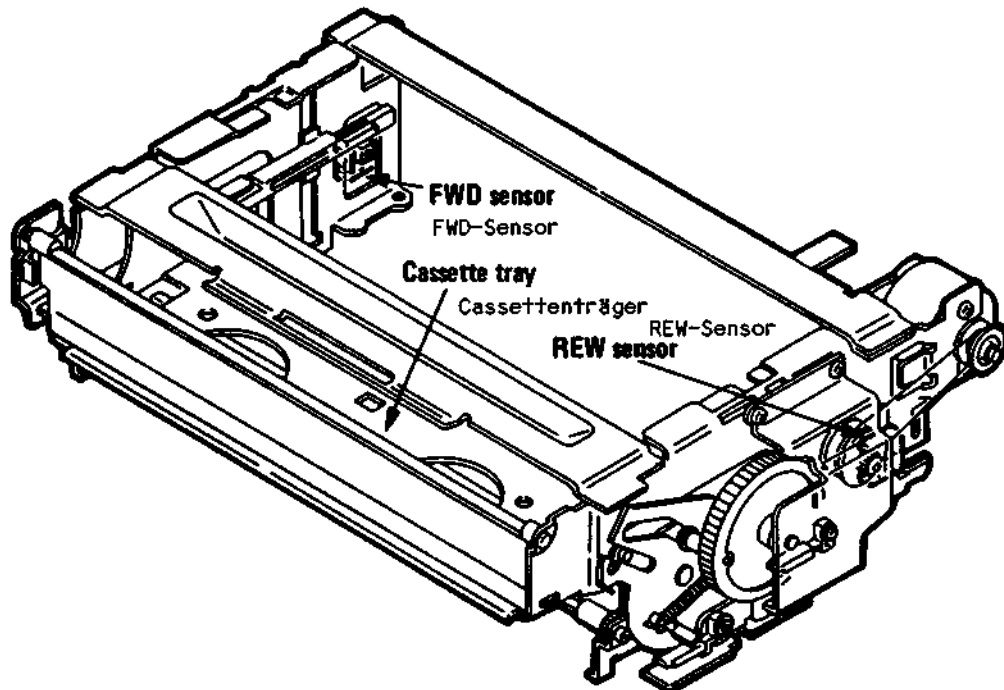

Fig. 2-5-1 (Bild 2.5.1)
2.5 VORBEREITUNGEN ZUM EINSTELLEN DES LAUFWERKS, Bild 2.5.1
2.5 PREPARATIONS FOR ADJUSTMENT, FIG. 2.5.1